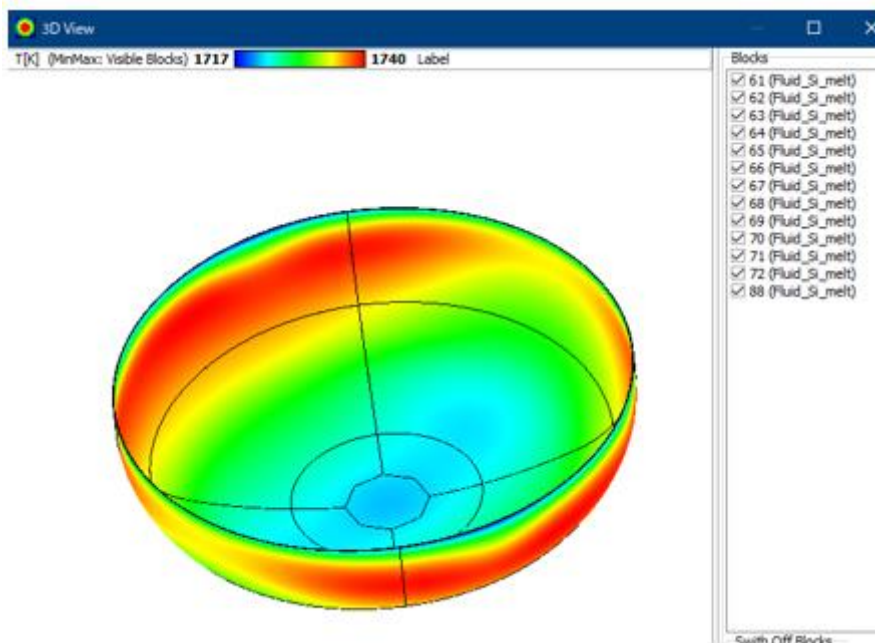

図 17. ***_MCru.dcr ファイルの可視化 (View3D 表示)
- ***_MCru.dcr ファイルの出力機能の追加 (図 17)